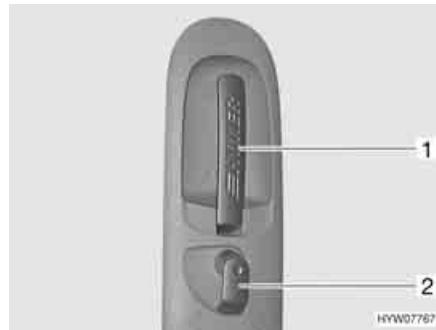

Fig. 39 Serratura della porta di ingresso, lato interno
*Apertura:* ■ Tirare la maniglia (Fig. 39,1). La serratura della porta si sblocca.
*Bloccaggio:* ■ Ruotare il bottone di sicurezza (Fig. 39,2) in senso orario.